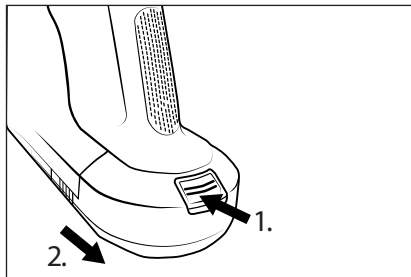

Fig. 13
- ♦ Para desmontar la batería (2) del aparato, mantenga pulsado el botón de desencastre de la batería (1) y tire de la batería (2) para extraerla del aparato (consulte la fig. 13).